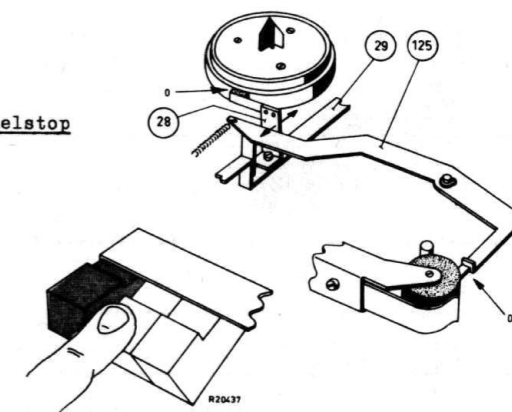
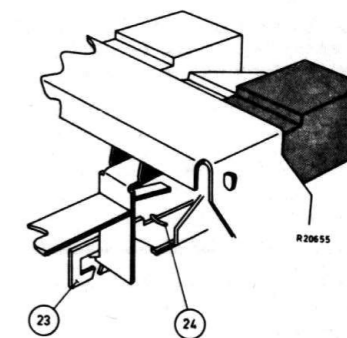

Fig. 39
Fig. 40
- Als de snelstop-toets wordt ingedrukt, moet hefboom 125 tegen de drukrolhefboom komen en tegelijk rem 28 tegen de linkerspoelschotel, zie fig. 39. Dit is in te stellen door rem 28 te verschuiven ten opzichte van de snelstopbeugel 29. Is de snelstop-toets geheel ingedrukt, dan moet vergrendelbeugel 23 de toets arrêteren, zie fig. 40. Wordt de toets wéér ingedrukt, dan moet vergrendelbeugel 23 de toets weer vrijgeven. Torsieveer 24 drukt vergrendelbeugel 23 dan weer in ruststand.